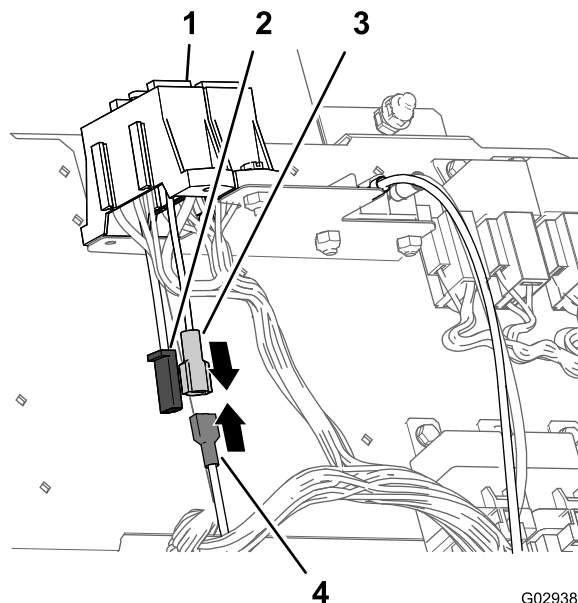

Bild 20
1. Schließen Sie bei Maschinen mit einem Flachstecker für das Anbaugerät am Sicherungsblock der Maschine den Flachstecker des Kabelbaums für das Finishingkit am Buchsenstecker des Sicherungsblock der Maschine an (Bild 20).